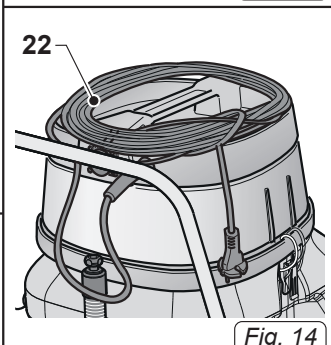

Fig. 14
- Смотать кабель (22 Рис. 14) и поместить его на верх крышки.